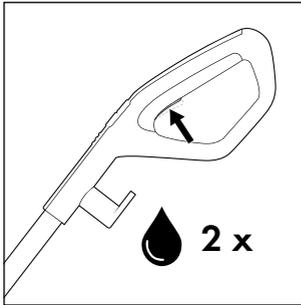
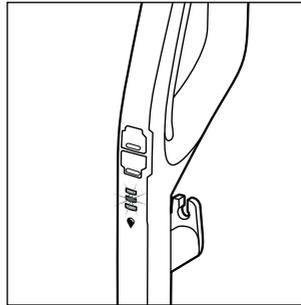

Fig. 18
Fig. 19
- ◆ Avant chaque utilisation, appuyez deux fois brièvement sur l'interrupteur solution de nettoyage **15** pour activer la fonction spray continu et pour que le rouleau brosse **6** soit opérationnel avec la solution de nettoyage (voir fig. 18). Le voyant de solution de nettoyage  **12** clignote en alternance en bleu lorsque la fonction spray continu est activée ou que l'interrupteur solution de nettoyage **15** est maintenu appuyé (voir fig. 19).